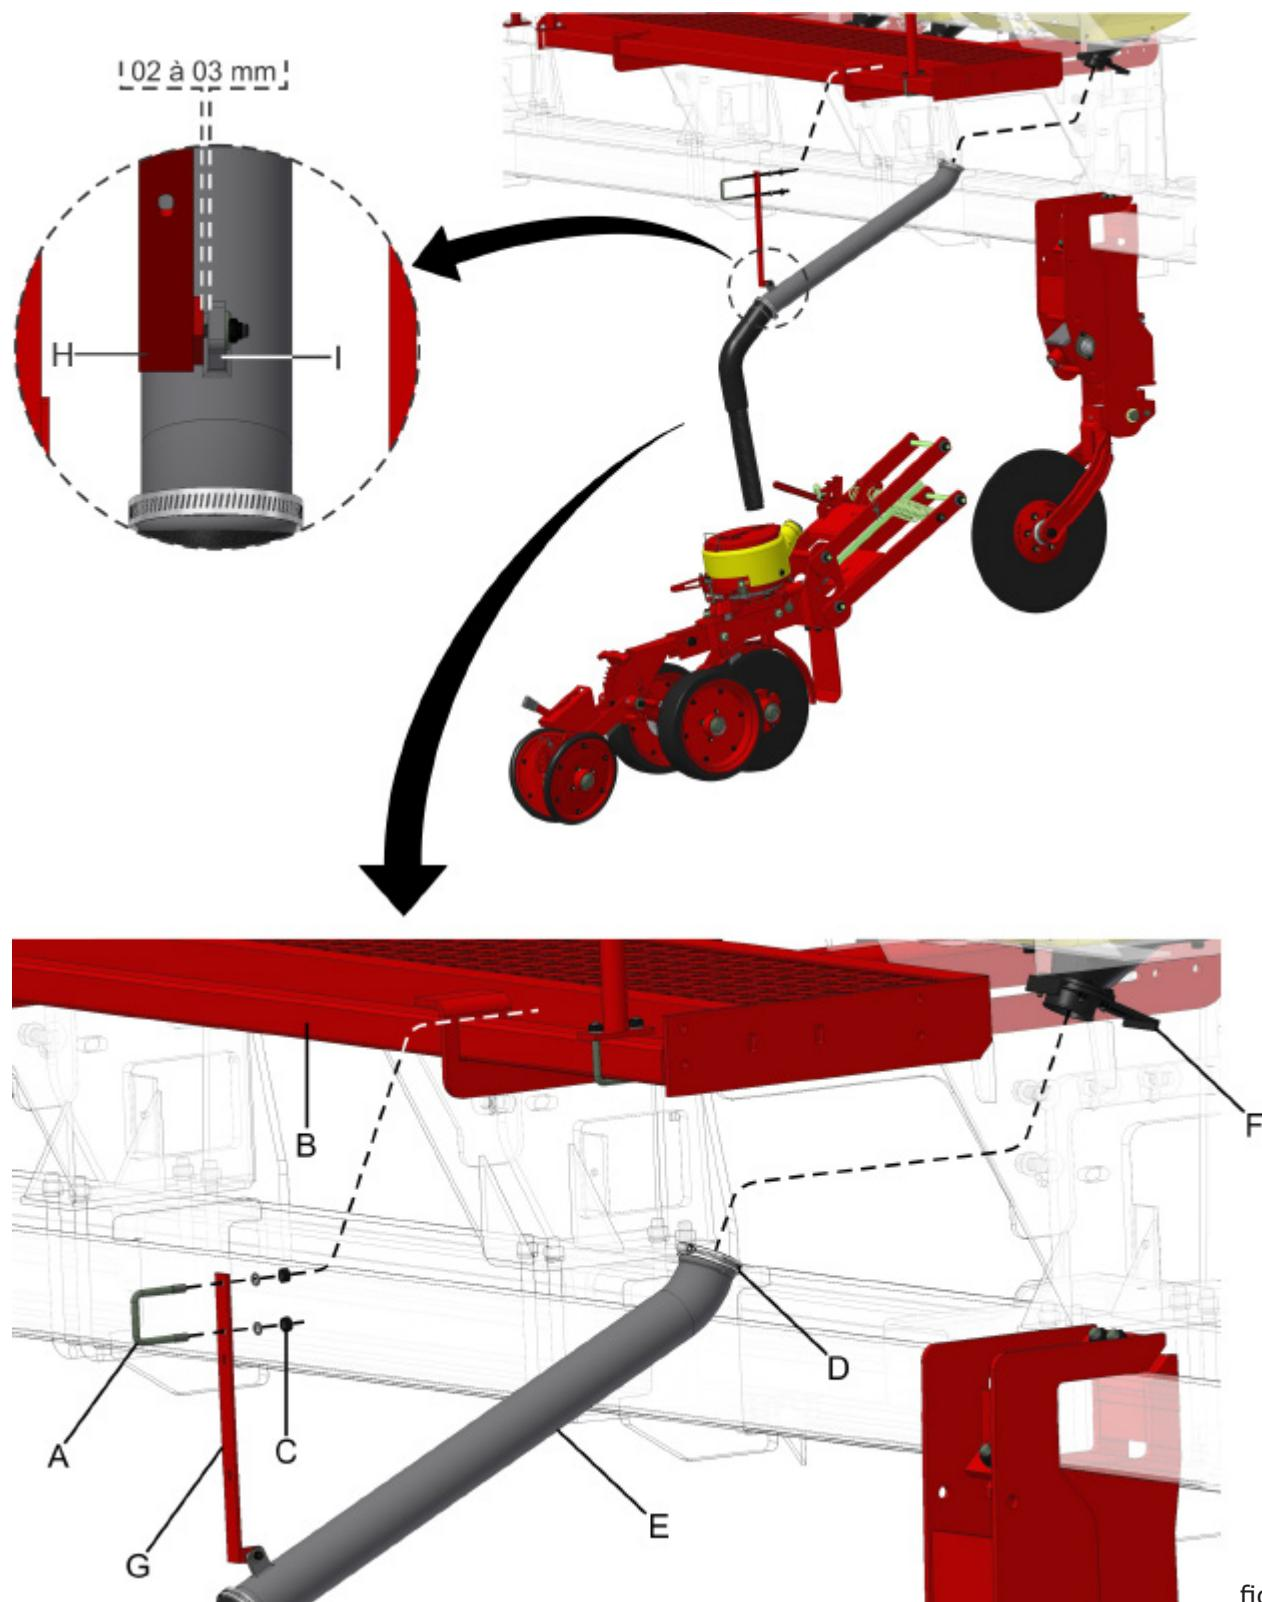

fig. 11
Engate o condutor de semente (E) (fig. 11) no direcionador de semente (F), para fixá-los use a abraçadeira rosca sem-fim (D). Coloque o suporte do condutor (G) alinhado com o estribo (B), fixando-os com a abraçadeira M10 (A) e as porcas (C). Importante que os itens (H) e (I) devem possuir uma folga de 02 à 03mm entre eles.